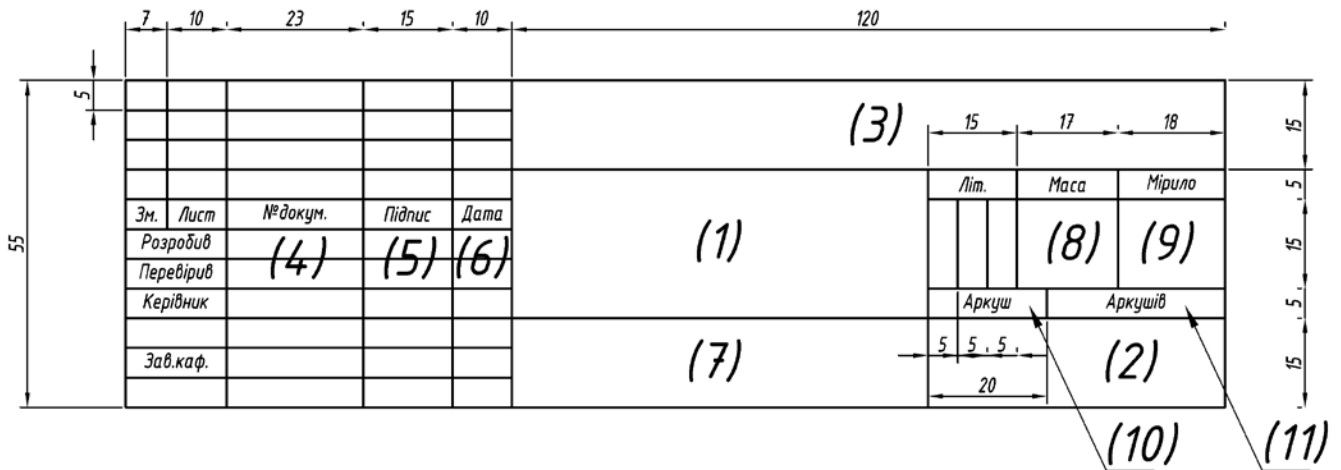

Рис. 3. Розміри кутового штампу згідно з ГОСТ 2.104-2006.
5. У правому нижньому куті аркуша міститься основний напис (кутовий штамп), розміри якого згідно з ГОСТ 2.104-2006 наведені на рис.3.
У графах штампу (номери граф на рис. 3 наведені в дужках) вказується:
За допомогою графічних примітивів *Відрізок, Полілінія* (використовуючи кнопки на панельному меню або введення відповідних команд) побудувати лист формату, заданого викладачем (додаток 1) із кутовим штампом визначеного розміру (рисунок 3).